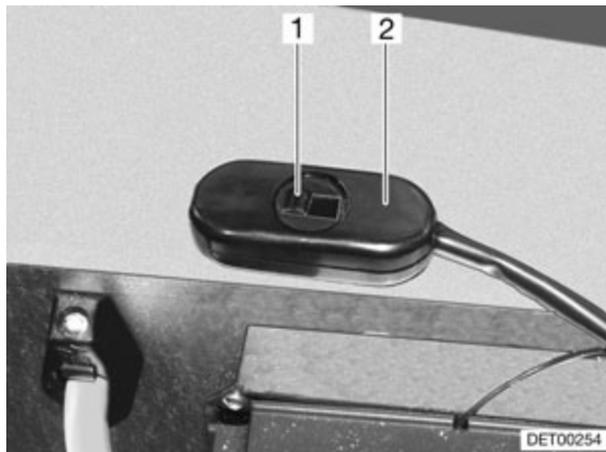

Fig. 127 Interrupteur réduction de la vitesse de rotation
La vitesse de rotation du circulateur (Fig. 127,2) peut être réduite avec l'interrupteur à curseur. Cela permet également de réduire les bruits de fonctionnement de la pompe.
- Pousser le regulateur à coulisse (Fig. 127,1) vers la droite. La puissance est réduite.